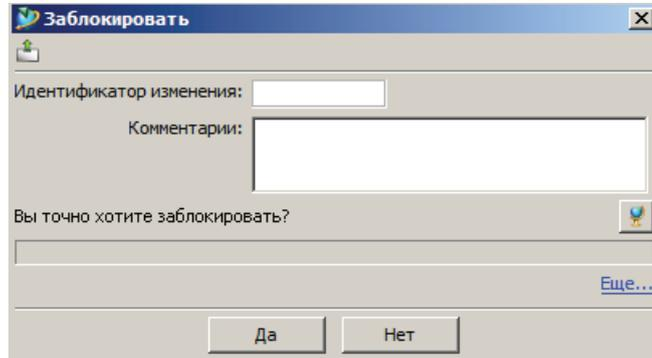

Рисунок 9.8
- в открывшемся диалоговом окне **Заблокировать** можно при необходимости добавить комментарии по поводу блокировки и нажать кнопку **Да** для завершения процесса блокировки (рис. 9.8).